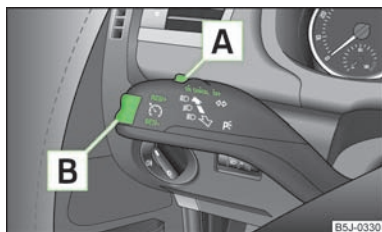

Abb. 84
- Den Schalter **A** » Abb. 84 in Stellung **ON** drücken.
- Die Wippe **B** » Abb. 84 in der Position **RES** drücken.
- Die gespeicherte Geschwindigkeit kann durch Drücken der Wippe **B** » Abb. 84 in der Position **SET** verringert werden.
Die Geschwindigkeitsregelanlage wird **vorübergehend abgeschaltet**, indem der Schalter **A** » Abb. 84 in die gefederte Position **CANCEL** bzw. auch das Brems- oder Kupplungspedal gedrückt wird.
- Den Schalter **A** » Abb. 84 nach rechts in Stellung **OFF** drücken.